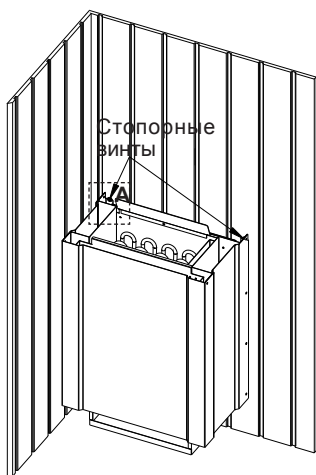

Рис. 4
6. Зафиксировать нагреватель сауны на стене 2 винтами через отверстие у заднего края (рис. 4+4а), надеть крышку и привинтить ее 4 винтами.
Рис. 4а